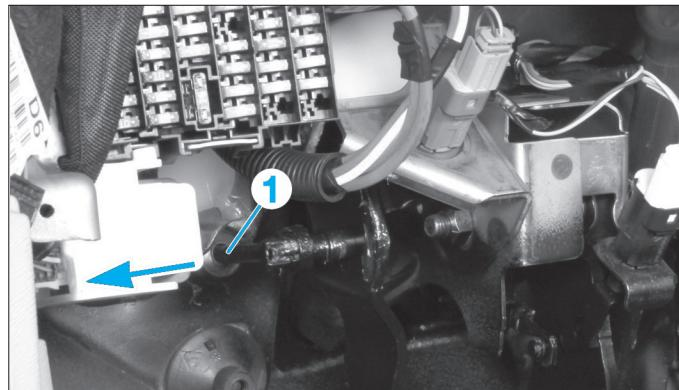

Fig. 4
- Dégraffer la tige (1) du cylindre émetteur d'embrayage de la pédale d'embrayage en dégagant l'agrafe vers la gauche (flèche) (Fig.4).